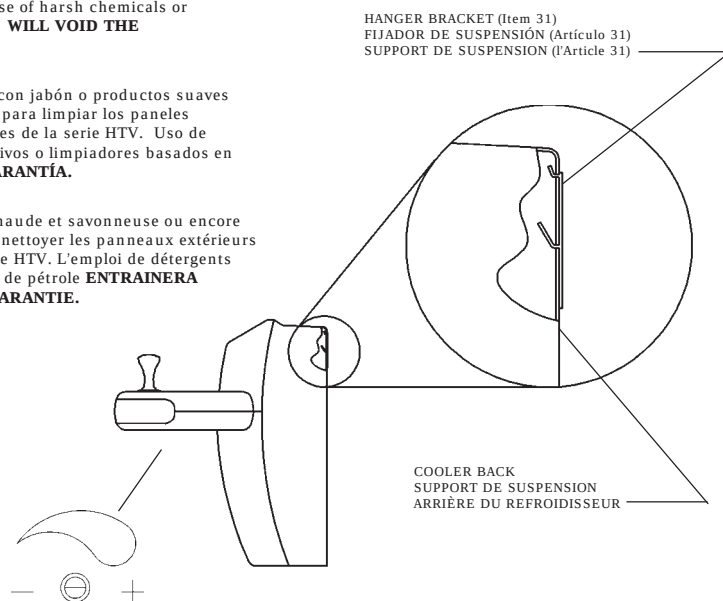

Fig. 3
- 1) Remove hanger bracket fastened to back of each cooler by removing one (1) screw.
- 2) Mount the hanger brackets as shown in Fig. 2 & Fig 3.
- 3) Hang the coolers on the hanger brackets. Be certain the hanger bracket is engaged properly in the slots on the cooler back as shown in Figure 3.
- 9) Stream height is factory set at 35 PSI. If supply pressure varies greatly from this, adjust screw located under dispenser bottom (Item 36). See Fig. 3. CW adjustment will raise stream and CCW adjustment will lower stream. For best adjustment, stream should be 1 1/2" above bubbler hood. (See Fig. 9)
- 1) Quita gancho paréntesis abrochó para apoyar de más fresco quitando uno (1) tornillo.
- 2) Monta el paréntesis de gancho como mostrado en la Fig 2. & Fig 3.
- 9) La altura de la corriente es el conjunto de la fábrica en 35 PSI. Si la presión del suministro varía magníficamente de esto, ajusta el tornillo localizado bajo el fondo de dispenser (Artículo 36). Vea Fig. 3. El ajuste de CW levantará la corriente y el ajuste de CCW bajará la corriente. Para mejor ajuste, la corriente debe ser 1 1/2" encima de capucha de bubbler. (Vea Fig. 9)
- 1) Enlève le crochet de cintre a attaché pour soutenir de plus frais en enlevant celui (1) la vis.
- 2) Monter le crochet de cintre selon la Figure 3.
- La NOTE:** le Crochet de Cintre doit être assurément soutenu. Ajouter le transporteur de soutien d'accessoire si le mur ne fournira pas le soutien suffisant. Ancrer le cintre assurément à l'utilisation de mur tout six (6) 1/4 dans. dia. les trous qui montent.
- 3) Accrochez le refroidisseur au support de suspension. Vérifiez que le support de suspension est correctement inséré dans les fentes situées au dos du refroidisseur comme indiqué sur la Figure 3.
- 9) La hauteur de ruisseau est la série d'usine à 35 PSI. Si la pression de provision varie fort de ceci, ajuster la vis localisée sous le fond de distributeur (l'Article 36). Voir la fig. 3. L'ajustement de CW élèvera l'ajustement de ruisseau et CCW abaissera le ruisseau. Pour le meilleur ajustement, le ruisseau devrait être 1 1/2" au dessus du capuchon de bubbler. (Voir la fig. 9)